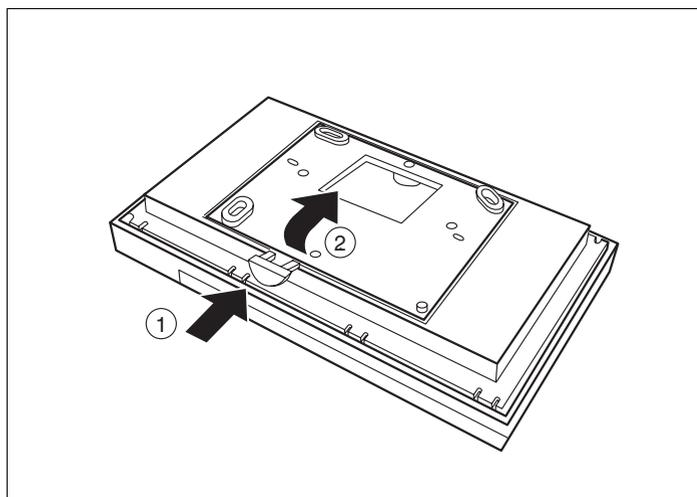

Fig. 2 Staccare l'unità di servizio dalla piastra di montaggio
- Premere il tasto di sblocco posto sul lato inferiore della piastra di montaggio (fig. 2, **pos. 1**).
- Rimuovere la piastra di montaggio seguendo la direzione della freccia (fig. 2, **pos. 2**).